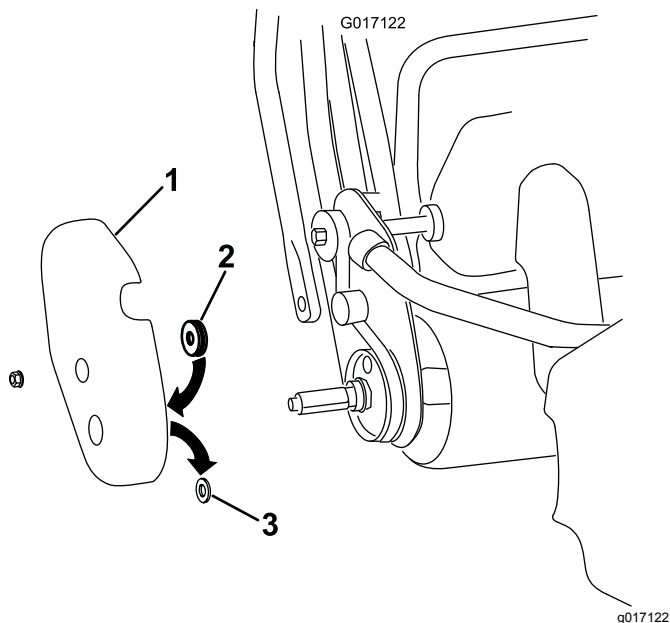

図 5
- 機体から右側ドラムカバーを取り外す 図 5。
- ドラムカバーのアクスルホールについているゴム製のハトメを外して廃棄する 図 5。
- アクスルホールの周囲をカバーするようにフェルト製のシールを貼り付ける 図 5。